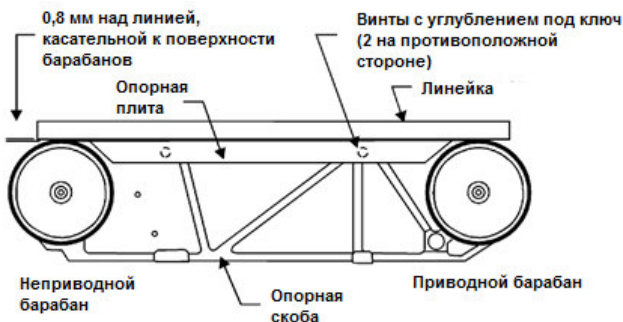

Рис. 15
См. Рис. 15:
2. С помощью шестигранного ключа 6 мм ослабьте два винта с внутренним шестигранником внутри ленточного механизма и сдвиньте опорную плиту на необходимое расстояние. Опорная плита должна располагаться на расстоянии от 0,8 до 1,6 мм над линией, касательной к поверхностям барабанов и обоими концами соприкасаться со шлифовальной лентой. Для выравнивания опорной плиты вместе со шлифовальной лентой можно использовать линейку (см. Рис. 15).